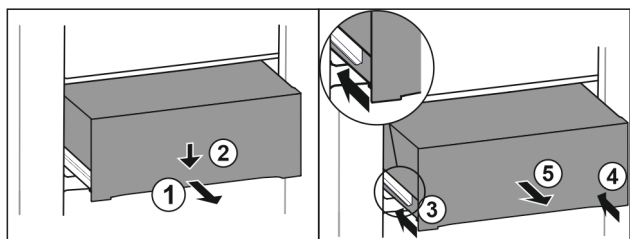

Fig. 158
- ▶ Zásuvku napůl vytáhněte. Fig. 158 (1)
- ▶ Stlačte zásuvku na přední straně dolů. Fig. 158 (2)
- ▶ Zasuňte levou kolejničku přibližně do 2 cm. Fig. 158 (3)
- ▶ Zasuňte pravou kolejničku přibližně do 2 cm. Fig. 158 (4)
- ▶ Vyjměte zásuvku dopředu. Fig. 158 (5)